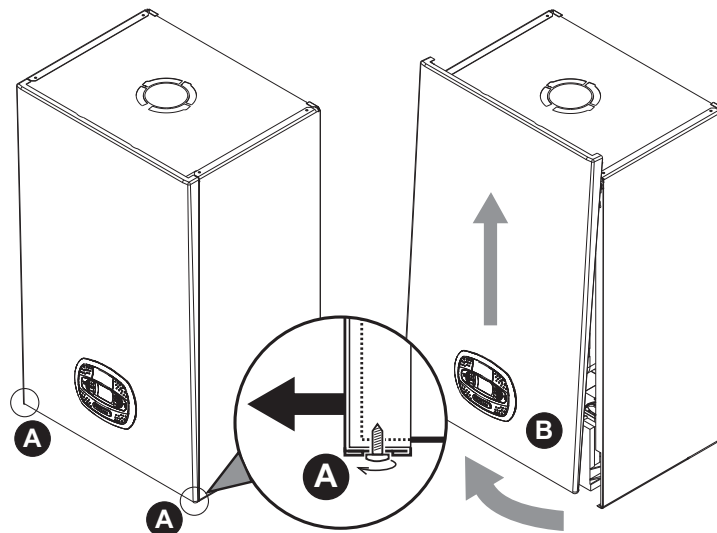

рис. 33- Открытие передней панели
1. Отвинтите не до конца винты **A** (см. рис. 33).